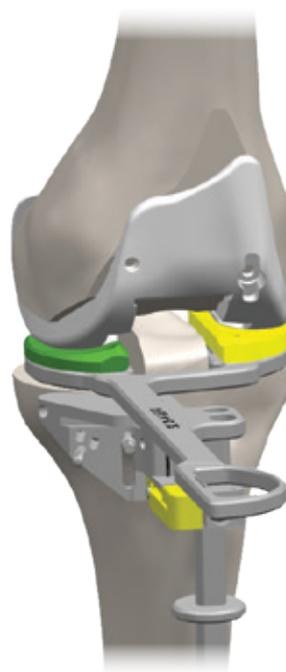

Figura 33
- 1 Seleccione la opción de inserto de prueba total que proporcione un equilibrio medial óptimo. Calibre y asegúrese de que haya 1-2 mm de laxitud de la extensión medial y lateral (figura 33).